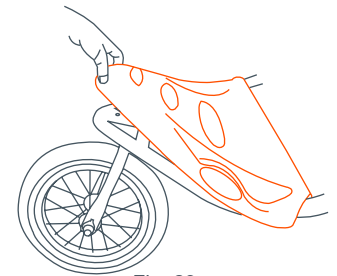

Fig. 23a
- 23)• Alinee el guardabarros delantero y presiónelo en el armazón delantero (Fig. 23a).